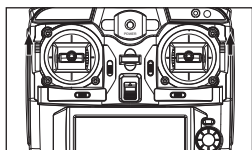

图1
本遥控器可通过两侧油门模式切换键同时推倒“R”处时,为右手油门模式。(如图1)
1. 当遥控器两侧的油门模式切换键同时推倒“R”处时,为右手油门模式。(如图1)